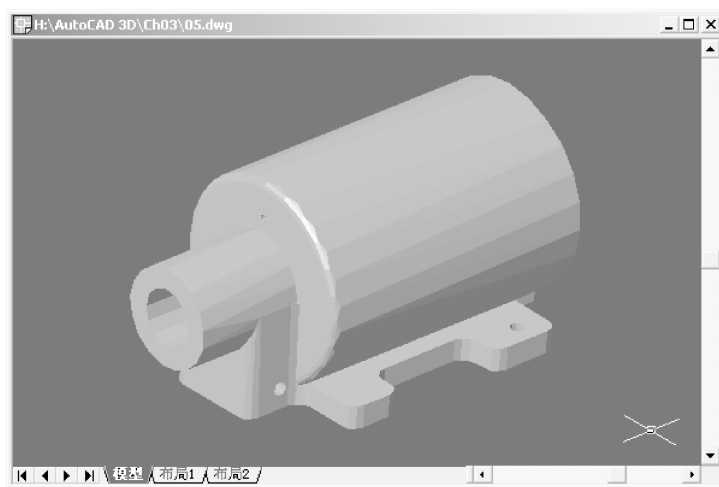

图 3-12 平面着色的示例
(3) 选中快捷菜单中的“着色模式”→“平面着色”菜单项，可以使用平面着色模式表示三维对象。即对于面域、曲面和实体等具有面的对象，可以在视图中用对象的颜色对每个面进行着色，从而更加形象直观地表现三维对象。图 3-12 显示了以平面着色模式显示的机械模型。